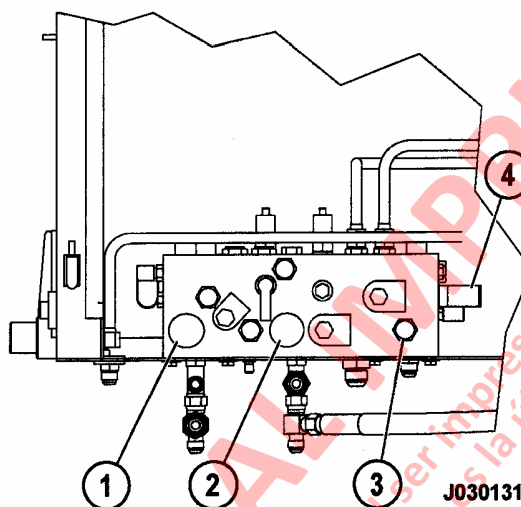
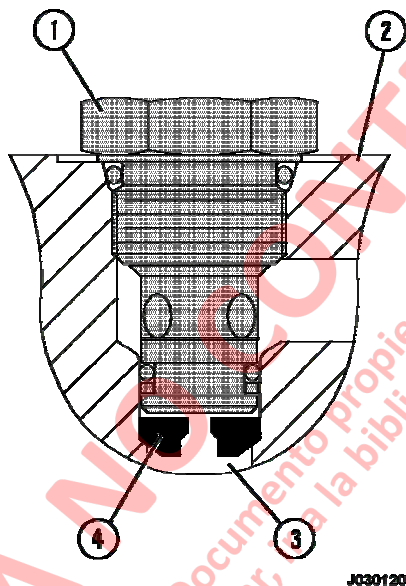

FIGURA 3-13. MÚLTIPLE DE FRENO
FIGURA 3-14. INSTALACIÓN DEL ORIFICIO
2. Coloque la palanca de control direccional en PARK (Estacionar) y gire el interruptor rest a ON. Gire el interruptor de partida a OFF para apagar el motor y deje 90 segundos para que los acumuladores del sistema de la dirección purguen. Abra las válvulas de purga (1) y (2, Figura 3-13) para purgar los acumuladores de freno.
3. Antes de instalar la válvula de retención (3, Figura 3-13) o la válvula reductora (4), consulte la Figura 3-14 para la instalación correcta del disco de orificio. Los discos de orificio se deben instalar en la dirección que se muestra para una correcta operación.
1. Gire las válvulas de purga del acumulador (1) y (2, Figura 3-13) hacia la izquierda para abrir las válvulas. La válvula izquierda (1) purgará el circuito de freno trasero y la válvula derecha (2) purgará el acumulador de del circuito de freno delantero